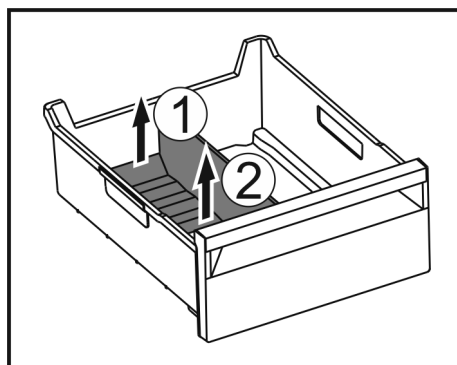

Fig. 106
- ▶ Achterste deel van de ijsvak-scheider optillen. Fig. 106 (1)
- ▶ Ijsvak-scheider er naar boven toe uitnemen. Fig. 106 (2)